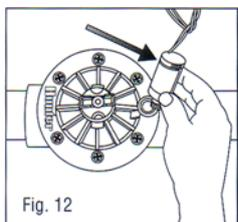

Fig. 12
1. Entfernen Sie die Magnetspule von dem Hunter Magnetventil PGV oder ICV (Bei dem 1" ICV entfernen Sie ebenfalls den Einstellknopf der Durchflussregulierung). Siehe Fig. 12